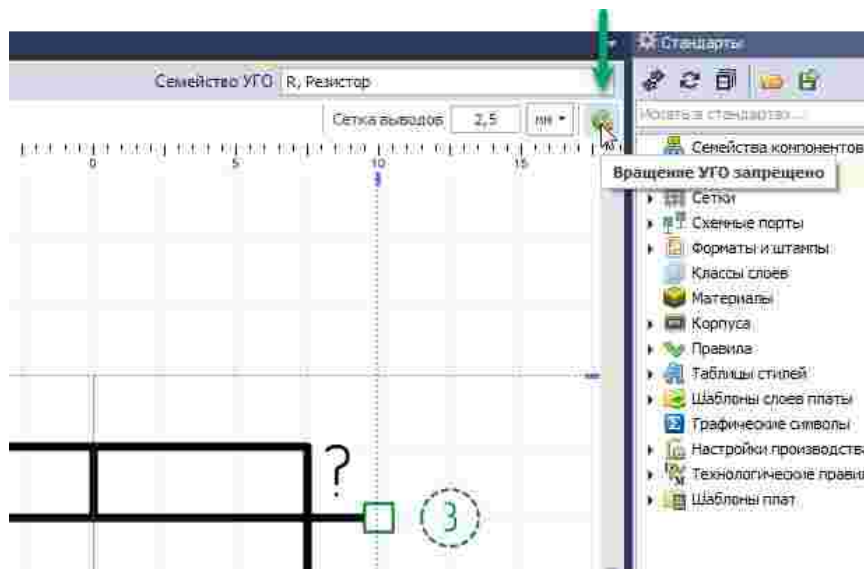

Рис. 44 Разрешение вращение УГО
6. Включите разрешение на вращение УГО при необходимости, Рис. 44.